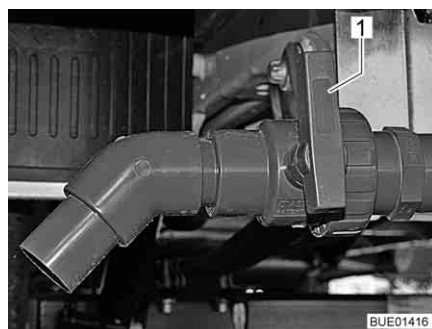

Fig. 228 Torneira de descarga
- Gire o manípulo (Fig. 228,1) da torneira de descarga no sentido de fluxo.